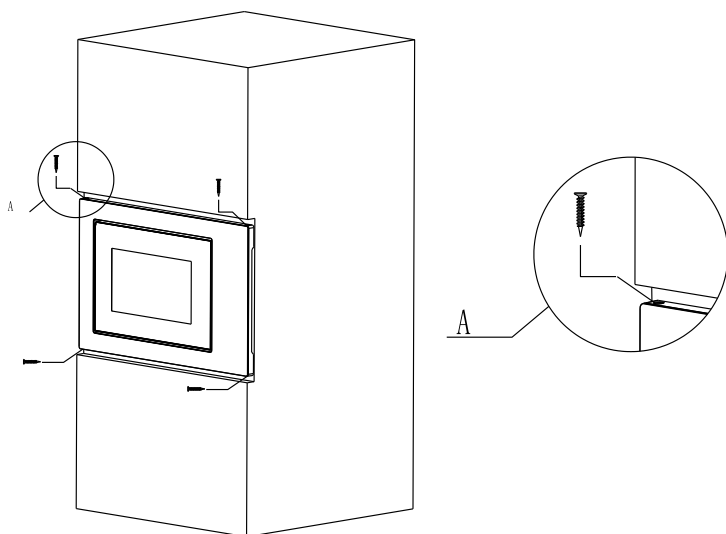

Fig. 4
d) Utilisez les vis fournies pour fixer le four à micro-ondes dans le meuble. (Fig. 4)